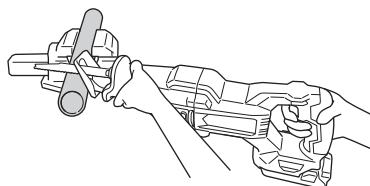

Fig. 19
- (1) Sujete firmemente una pieza de trabajo antes de la operación. (Fig. 19)